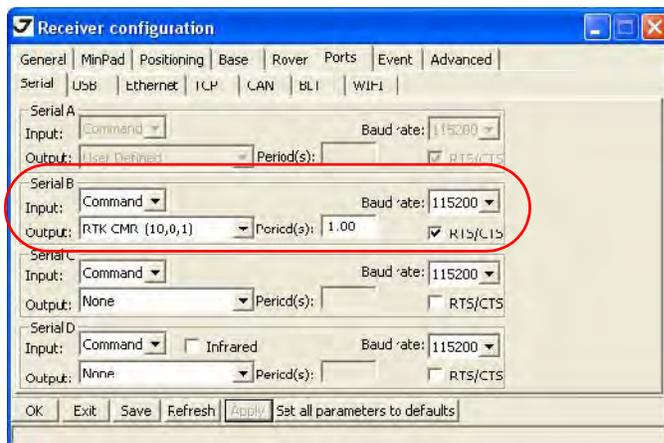

Рисунок 3-6. Закладка Ports
12. В закладке *Ports* установите для порта В *Output mode* в RTK CMR, нажмите *Apply*, а затем ОК (Рис. 3-6).
- В закладке *Ports* поставьте для порта D *Output mode* в RTK CMR, нажмите *Apply*, а затем ОК (Рис. 3-6).